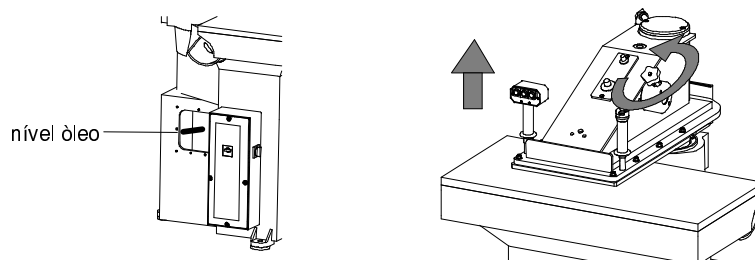

Fig. 8
- Meter óleo até atingir a linha vermelha de máximo nível (esquerda Fig. 8).
- Arrancar com o motor usando o interruptor principal, verificando imediatamente o sentido de rotação da bomba; este sentido será correto se após alguns segundos o conjunto braço/columna se eleva. Rodar o volantezinho de regulação do braço em sentido anti-horário até ao seu bloco: neste modo o braço se deslocará para cima até ao limite da sua altura (direita Fig. 8).